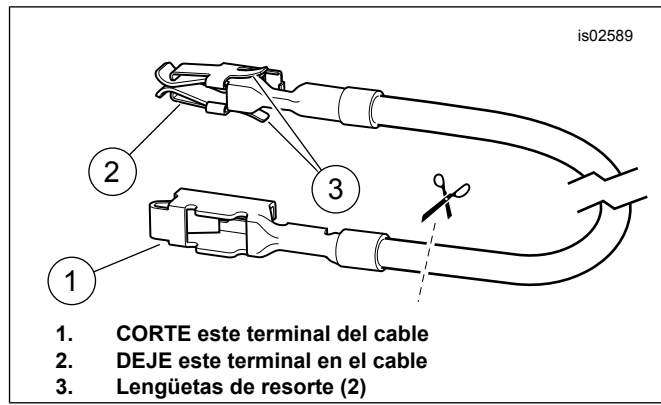

Figura 7. Cable adaptador del bloque de fusibles (Dyna y Softail)
3. Vea Figura 16. Obtenga el cable del adaptador del bloque de fusibles naranja/blanco (15) del kit. Observe el terminal en cada extremo ( Consulte la Figura 7. ). Solamente el terminal con las lengüetas de resorte encaja dentro de este bloque de fusibles. Cuidadosamente corte el terminal que no se esté usando del cable y deséchelo.
3. Vea Figura 16. Tome el cable del adaptador del bloque de fusibles naranja/blanco (15) del kit. Observe el terminal en cada extremo (vea Figura 7 ). Solamente el terminal con las lengüetas de resorte encaja dentro de este bloque de fusibles. Cuidadosamente corte el terminal que no se esté usando del cable y deséchelo.